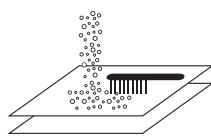

fig 3.
- Voorkom vuil op en tussen de platen. (fig 3.)